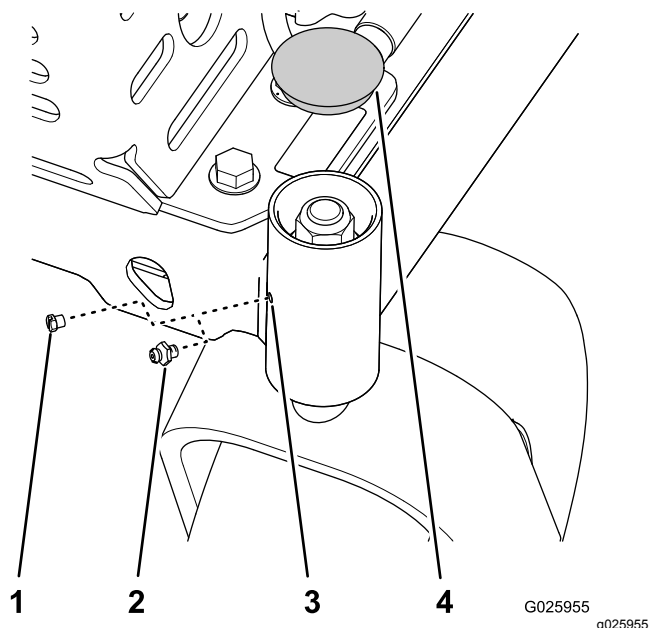

Figura 32
1. Retire la tapa y el tapón hexagonal de la parte superior del pivote de la rueda giratoria (Figura 32).
2. Enrosque un engrasador en el orificio (Figura 32).
3. Bombée grasa en el engrasador hasta que rezume alrededor del cojinete superior (Figura 32).
4. Retire el engrasador y vuelva a colocar el tapón que retiró en 1 (Figura 32).
5. Instale la tapa que retiró en el paso 1 (Figura 32).